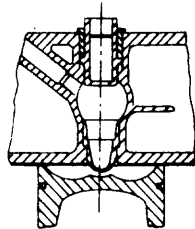

Fig. 2
- b) motores con cámara de pre combustión (fig. 2);